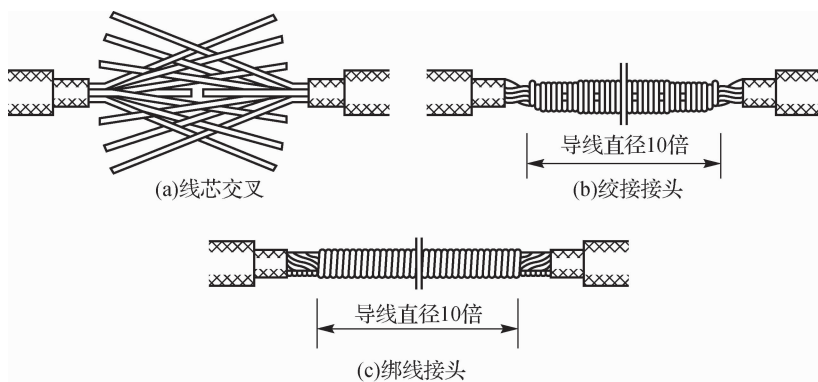

图 3-37 多股导线的连接法
(1)多股导线的直线绞接连接法。先将线芯分开钳直,顺次解成 30° 伞状,如图 3-37(a)所示。用砂布将表面擦净,剪去中心股,把两个伞状线芯一根隔一根交叉在一起,并将线捏平。在某侧取二股自中部起缠绕 5~6 圈后,另取两股缠绕,原有两股压住或割弃,再缠 5~6 圈后,又取两股缠绕,如此继续,直至缠至导线解开点,剪去余下线芯并钳平线头。另一侧亦同样制作,如图 3-37(b)所示。
(2)多股导线的直线绑线连接法。以同样方法将导线分芯、交叉、合拢成一根,加辅助线一根,再用绑线从中央开始用钢丝钳绑扎,至导线端部把线头折过来,压在缠绕层上面,再用绑线缠绕 5~6 圈后,绑线头与辅助线绞合剪去余线头即可,如图 3-37(a)、图 3-37(c)所示。